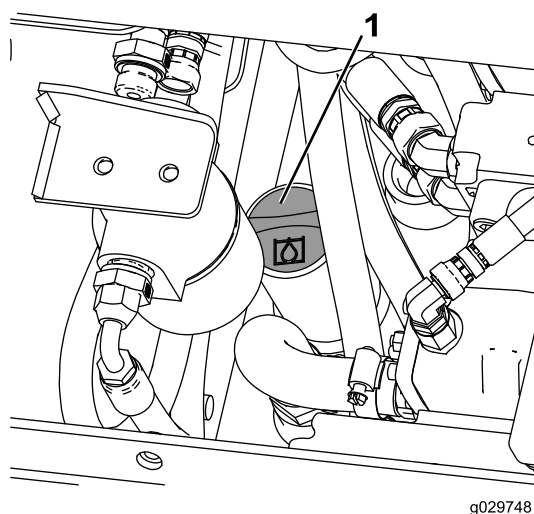

Рисунок 27
7. Очистите зону вокруг заливной горловины и крышки гидравлического бака (Рисунок 27).